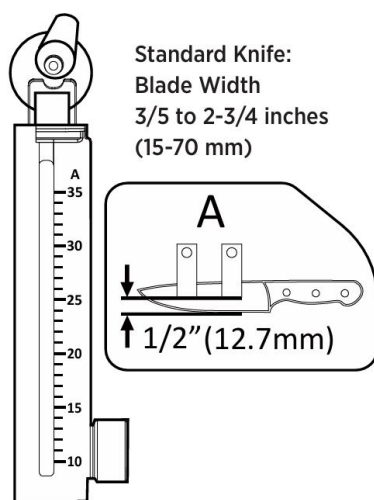

Fig. 6
1. **Standardmesser:** Für Klingen mit einer Breite von $\frac{3}{5}$ bis $2\frac{3}{4}$ Zoll (15–70 mm) verwenden Sie die **A-Montageposition**, wie auf dem Basisschild angegeben. Der Schleifwinkelbereich beträgt 10° – 35° (siehe Fig. 6).